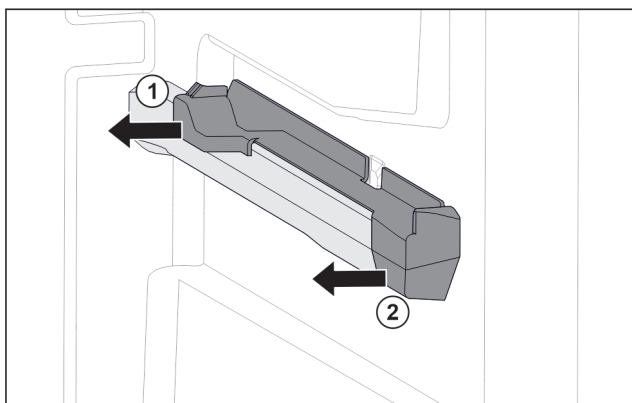

Fig. 102 Вставная часть на правом контейнерном ребре
- ▶ Отодвиньте вставную часть сзади в сторону. Fig. 102 (1)
- ▶ Отодвиньте вставную часть спереди в сторону. Fig. 102 (2)